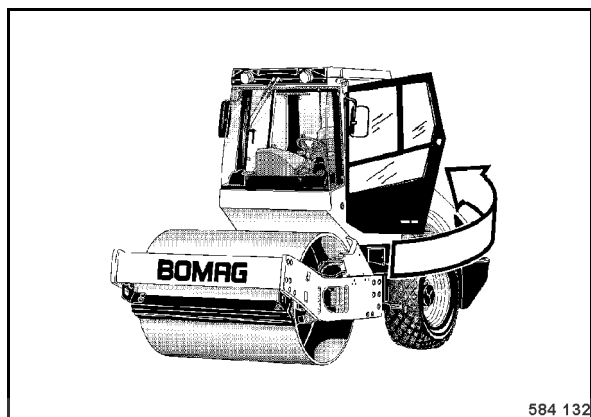

Fig. 52
- Fermer la portière (Fig. 52).